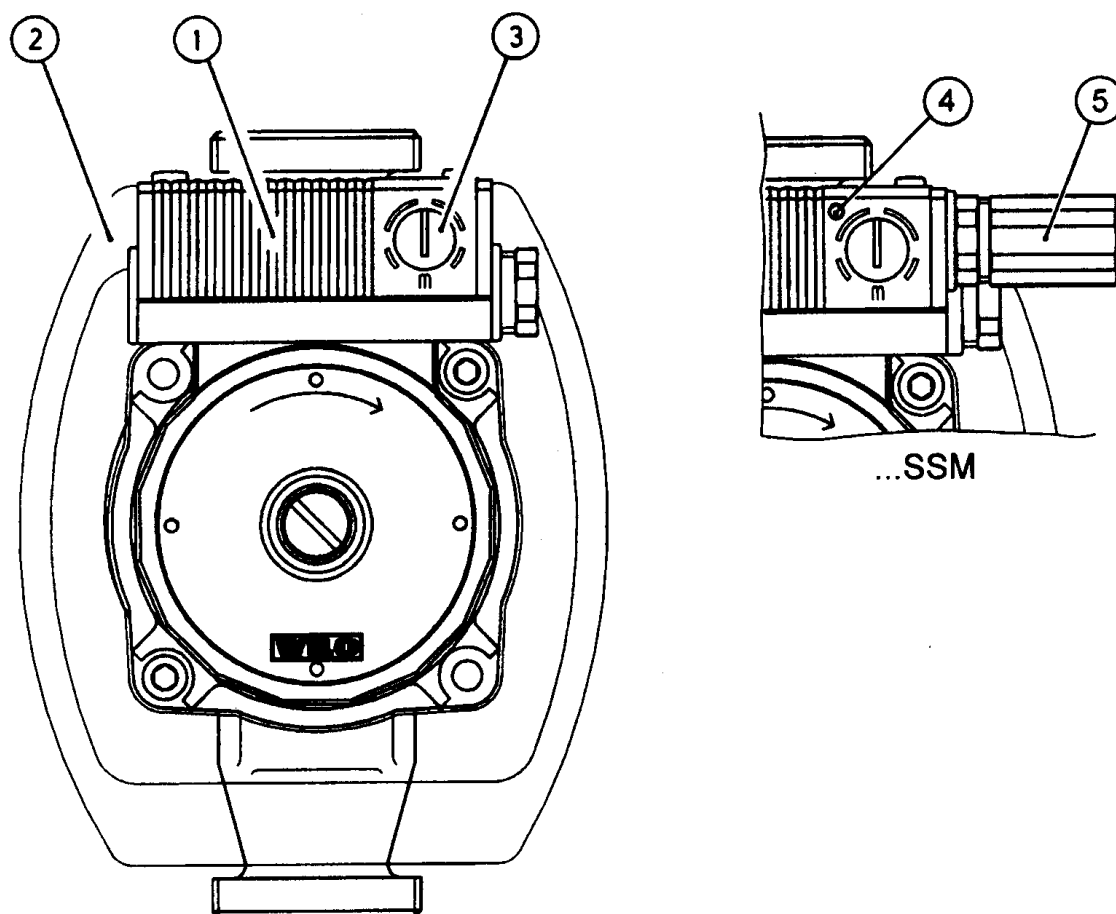

Fig. 1
Inställningsknapp för börvärde (differenstryck), enligt Fig. 1 - Pos. 3.
- Lysdiod för kombinerad drift- och störindikering (Fig. 1 - Pos. 4), lyser grönt vid drift och rött vid stör (blockering)